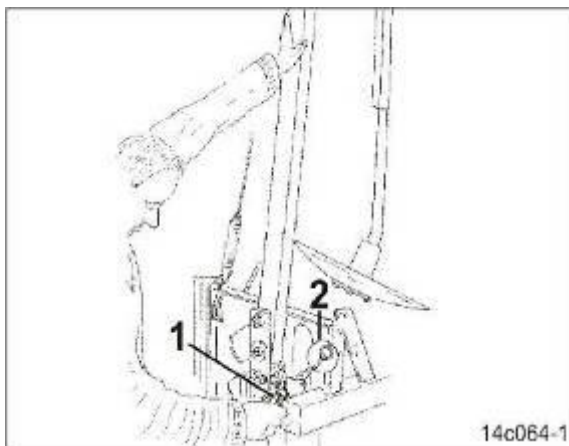

Рис.87
1. Прижмите консоль маркера (Рис. 87).
2.1 Закрепите пружинный фиксатор (Рис. 87/1) на консоли маркера.
2.1 Закрепите пружинный фиксатор для парковочного положения на накладке (Рис. 87/2).